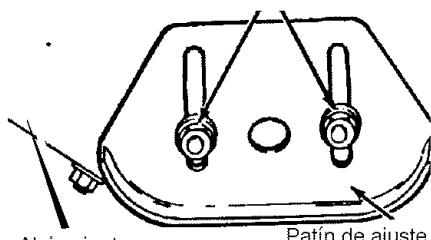

Figura 65
2. Una vez que el motor está caliente, quite el tapón de drenaje del aceite y la **tapa/varilla indicadora del nivel de aceite** (Figura 65). Drene el aceite en un recipiente apropiado.
Este quitanieves está equipado con dos patines de ajuste de altura, ubicados en el lado exterior del alojamiento de la barrena. Vea la Figura 65.
4. Afloje las tuercas de montaje que sujetan los patines de ajuste de altura. Para bajar la parte delantera del quitanieves, suba los patines. Apriete las tuercas de montaje. Vea la Figura 65.